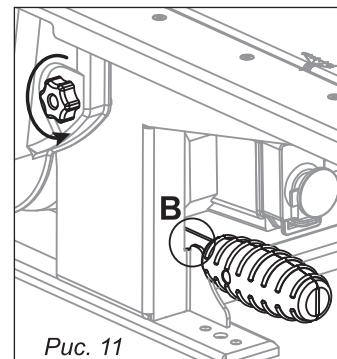

Рис. 11
7.2.1. Настройка станка на операцию строгания (рис. 11)
Для настройки станка на операцию пиления необходимо, выкрутить винт барашек, открыть кожух защиты ремня. Потянуть вверх за ручку натяжения ремня и установить ее в прорезь **B**, тем самым ослабиться натяжение ремня (рис. 11).